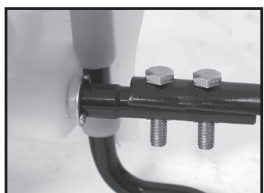

Figure 5
La poignée de pompe s'installe à l'une ou l'autre extrémité de l'arbre de la pompe (A). Pour installer la poignée de pompe, placez la poignée (C) sur l'arbre (A) en alignant le trou de la poignée de pompe et le trou de l'arbre. Glissez le boulon (B) à travers des trous vis-à-vis, comme montré aux figure 3. Serrez l'écrou (D) au boulon. Il y a dans trous dans la poignée de la pompe pour permettre un montage de gaucher (fig. 2- 4) ou droitier (fig. 5).